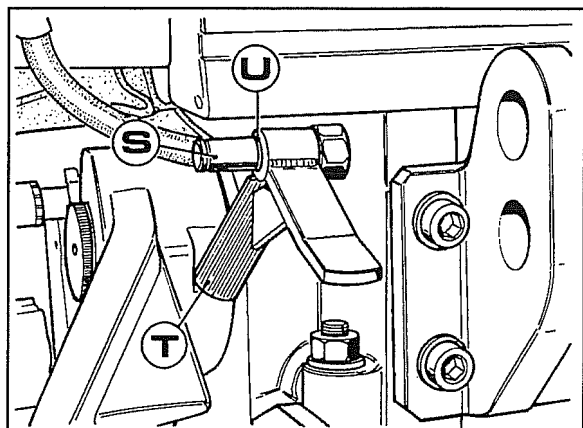

Fig. 35
2. Avvitare il perno **S** fig.35 sul foro già esistente del carter sollevatore.
3. Montare il leveraggio **T** e fissarlo con seeger **U** fig.35.